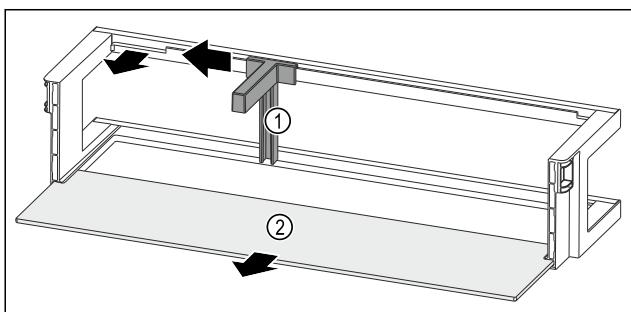

Fig. 118 Raft montat pe ușă cu suport pentru sticle și raft
- Împingeți în lateral suportul pentru sticle Fig. 118 (1) până la degajare.
- Extragăți suportul pentru sticle Fig. 118 (1).
- Extragăți raftul Fig. 118 (2).